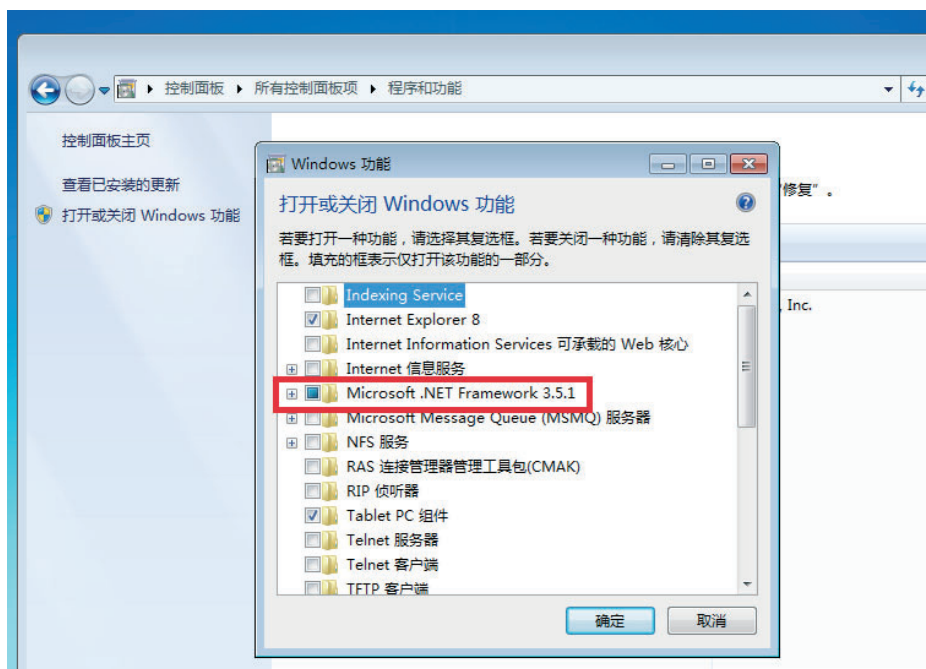

图 2-12
1. 进入控面板 – 程序和功能 – 打开或者关闭 Windows 功能，请先确认以下组件 .NET Framework 3.5.1 是否已经安装，如未安装，需要勾选继续。如图 2-12 所示：